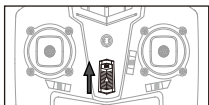

图4
1. 打开遥控器的电源开关(图4),遥控器的指示灯此时为快闪,将左控制杆推到底位后松手(图5/6),遥控器指示灯变为慢闪。遥控器进入对频状态。
3. 启动（解锁）电机：将左/右控制杆同时向内推到45°斜角启动电机。电机上锁：电机启动后起飞前，再次将左/右控制杆同时向内推至45°角，电机上锁并停止转动。（图4）